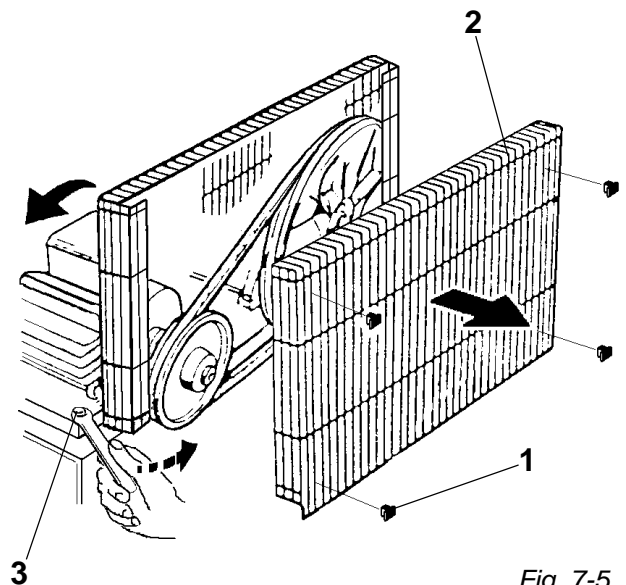

Fig. 7-5
- sbloccare la rete di protezione tramite i fermi di plastica **1** (fig. 7-5)
- togliere la rete di protezione mobile **2** (fig. 7-5)
- allentare le viti **3** (fig. 7-5) di fissaggio motore
- bloccare le viti **3** (fig. 7-5) di fissaggio motore
Ripristinare la rete di protezione mobile **2** (fig. 7-5) in modo corretto (quest'ultima operazione è indispensabile per la sicurezza dell'operatore).
- débloquer le filet de protection par les arrêts en plastique **1** (fig. 7-5)
- enlever le filet de protection mobile **2** (fig. 7-5)
- desserrer les vis **3** (fig. 7-5) de fixation du moteur
- bloquer les vis **3** (fig. 7-5) de fixation du moteur
Rétablir le filet de protection mobile **2** (fig. 7-5) d'une façon correcte (cette dernière opération est indispensable pour la sécurité de l'opérateur).
- unlock the safety net by acting on the plastic stops **1** (fig. 7-5)
- remove the mobile safety net **2** (fig. 7-5)
- loosen the motor fixing screws **3** (fig. 7-5)
- lock the motor fixing screws **3** (fig. 7-5)
Fix again the mobile safety net **2** (fig. 7-5) correctly (this operation is indispensable for the operator's safety).
- Man entfernt das Schutzgitter der Plastikbefestigung **1** (Bild 7-5)
- Man entfernt das flexible Schutzgitter **2** (Bild 7-5)
- Man löst die Schrauben **3** (Bild 7-5) der Motorhalterung
- Man schraubt die Schrauben **3** (Bild 7-5) des Motors fest
Man bringt wieder das flexible Gitter **2** (Bild 7-5) richtig an (Diese letzte Handlung, ist für die Sicherheit des Bedieners unerlässlich).
- desbloquee la red de protección por los topes en plástico 1 (fig. 7-5)
- quite la red de protección móvil 2 (fig. 7-5)
- destornille los tornillos 3 (fig. 7-5) de fijación del motor
- bloquee los tornillos 3 (fig. 7-5) de fijación del motor
Restablezca la red de protección móvil 2 (fig. 7-5) de manera correcta (esta última operación es indispensable para la seguridad del operador).
Removerføringen trenger godt renhold og eksakt spenn. Er spennet for lite kan remmen slure i remhjulene og skaper varme og lite produktivitet. Er remmen for hardt spent blir belastningen på kulelagerene for høy og disse blir utslitt. Motoren kan brenne. Remmen er passe stram når du med en finger kan trykke ned  $0,8 \div 1$  cm (fig. 7-5) Sjekk dette månedlig. Om justering er nødvendig gjør følgende:
- Løsne plastklips som holder nettet rundt remmen 1 (fig. 7-5)
- Fjern beskyttelsesnettet rundt remmen. 2 (fig. 7-5)
- Løsne festeboltene til motoren 3 (fig. 7-5)
Plasser tilbake beskyttelsesnettet igjen 2 (fig.7-5).